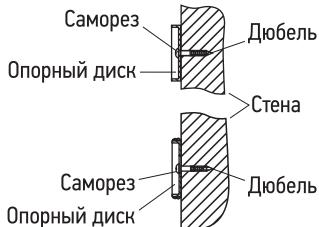

Рис. 7
- 3.3. В полученных метках (п. 3.2) сделать отверстия диаметром 6 мм и произвести монтаж внутренних опорных дисков для верхнего кронштейна и коробки подключения (рис. 7) с помощью саморезов и дюбелей.